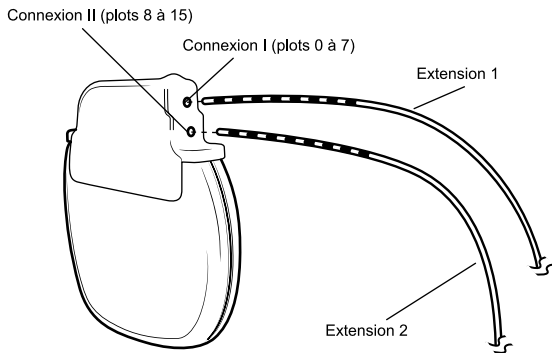

Figure 1. Insérer les connecteurs de l'extension dans le neurostimulateur.
3. Insérer chaque connecteur de l'extension dans la connexion appropriée du neurostimulateur jusqu'au fond du bloc connecteur (Figure 1).